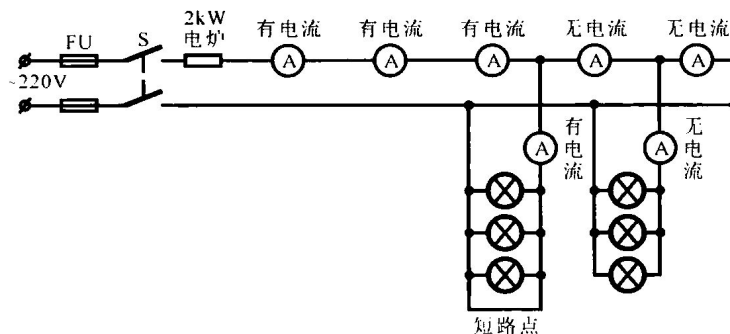

图 1-3 查找短路方法
(1) 把闸刀拉下, 更换同型号的保险丝。若怀疑线路负载短路, 一时又不知短路点, 可在单相闸刀下桩头火线处接 1 只 2kW 的电炉, 或三相闸刀在去掉负载后接 3 只 2kW 的电炉, 连接方法如图 1-3 所示。然后用小钳形电流表分别去测线路电流, 若测得其主线路电流很大时, 则证明短路点在此后边, 直到找出短路点。修复后再去掉电炉, 使线路恢复正常。
(2) 打开闸刀开关, 观察熔断情况。若是熔丝发热慢慢熔化时, 则说明线路负载较大; 若计算线路导线能够承载此线路负